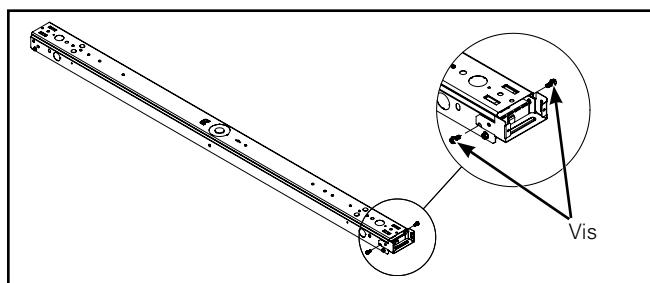

Figure 3.
3. Fixez la moitié inférieure de la boîte de jonction à l'aide de vis fournies. (Figure 3.)